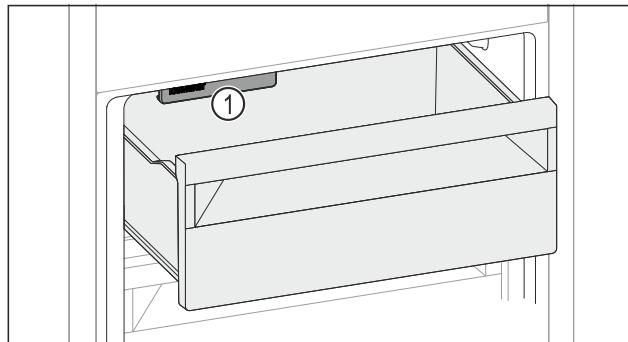

Fig. 144
- ▶ 请考虑 IceMaker Fig. 144 (1)。